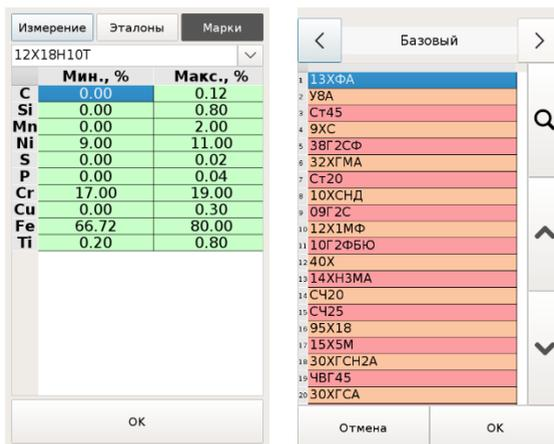

Рисунок 11 Окна выбора марки для сравнения
- 4.4.7.1. При переходе в режим пользователю предлагается выбрать элемент марочника для сравнения (Рисунок 11).